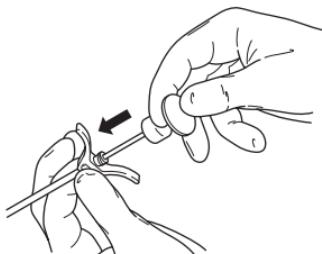

Figura 5: Inyecte el material de cementación mediante el obturador de cementación
5. Utilizando guía fluoroscópica, inyecte el material de expansión ósea mediante el obturador de cementación (figura 5).